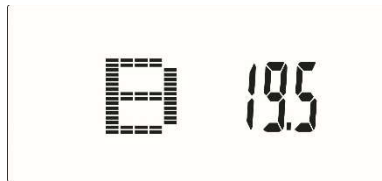
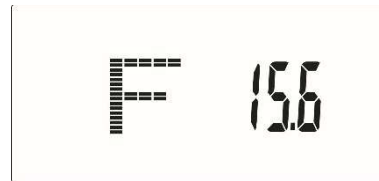
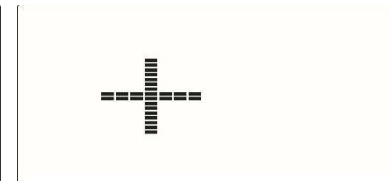

Fig. 022
Fig. 023
Fig. 024
4. The display shows a series of values: BMI (Fig. 022), FAT (Fig. 023), and BMI tip (Fig. 024).